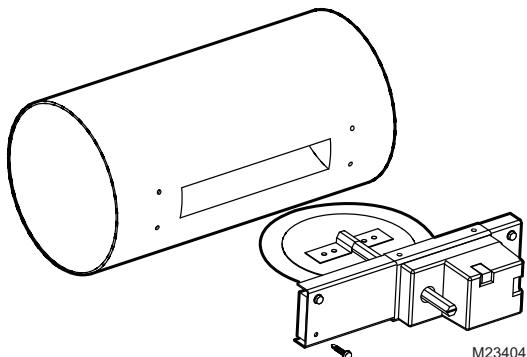

Fig. 3. Inserción del humidificador RRD en el conducto.
4. Deslice el humidificador en el conducto y asegúrelo con los cuatro tornillos de montaje autopercorantes que se suministran. No ajuste demasiado los tornillos, ya que el conducto puede deformarse. Vea la Fig. 3.